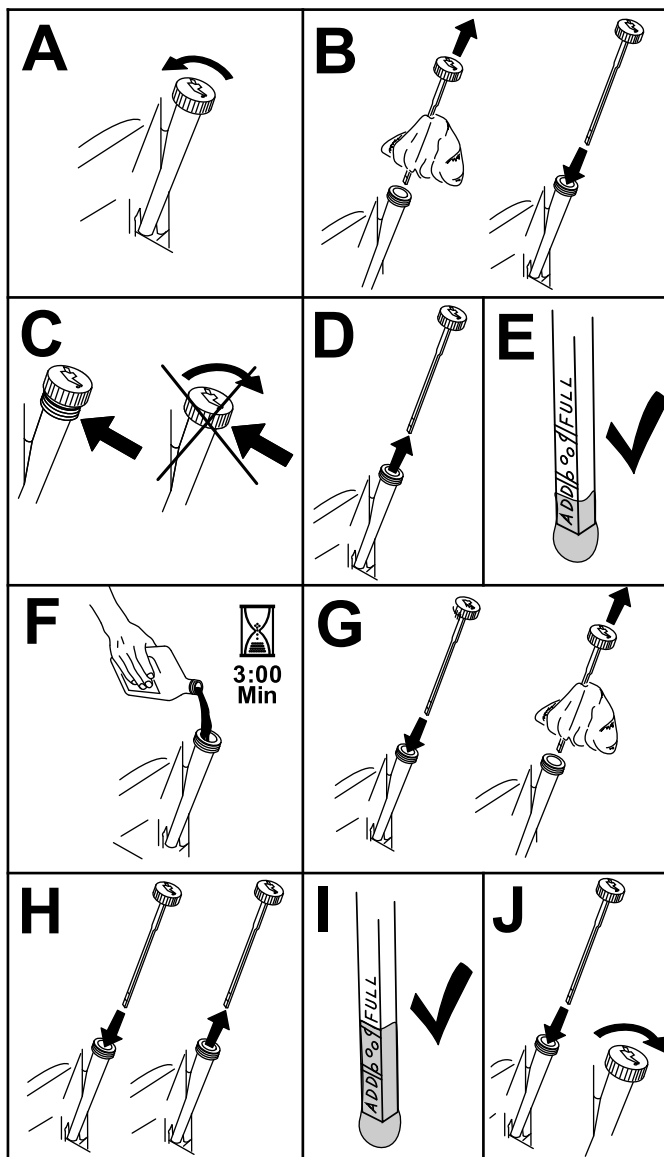

Figure 43
3. Contrôlez le niveau d'huile moteur, comme montré à la Figure 43.